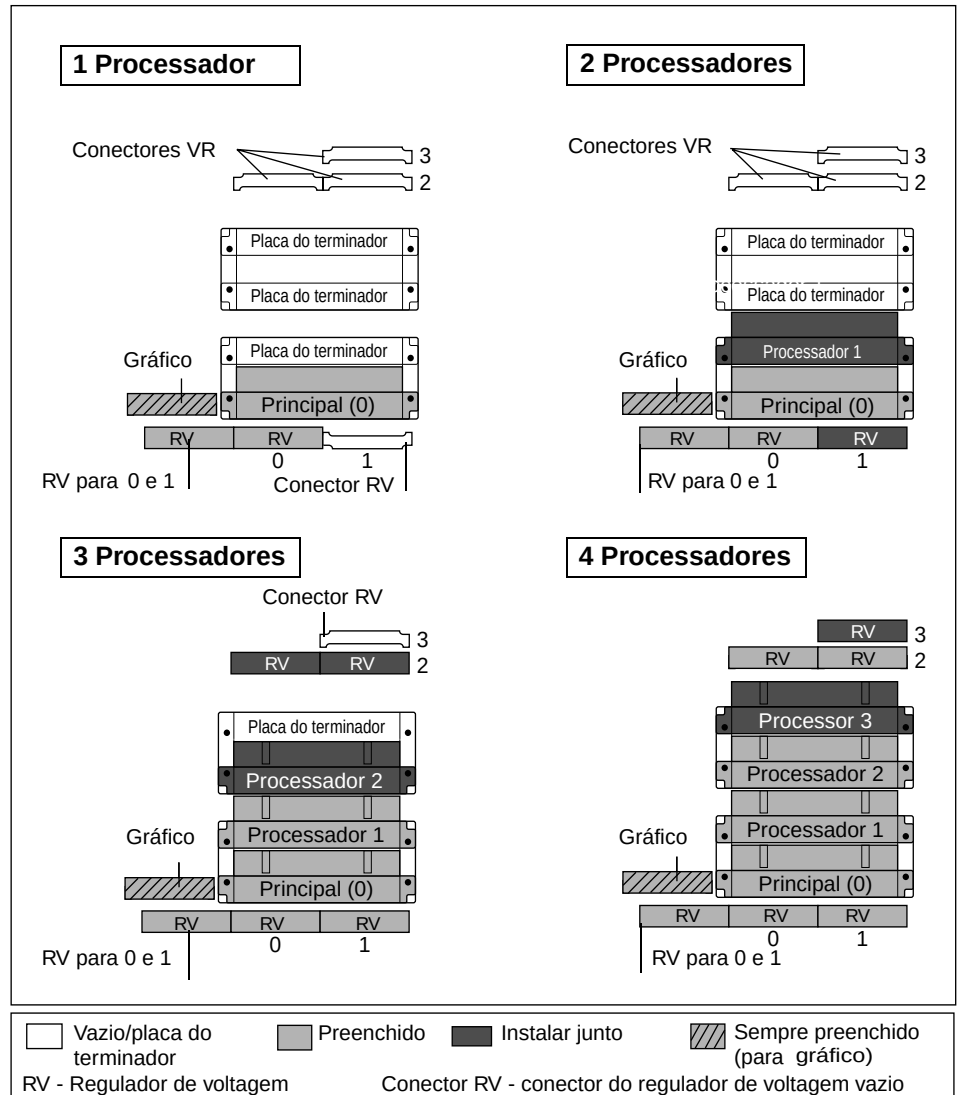

Figura 6-1 Emparelhando os processadores e os reguladores de tensão
A Figura 6-1 mostra a localização dos processadores e dos reguladores de tensão e suas inter-relações.
1. Localize os slots dos reguladores de voltagem adequados. Veja na Figura 6-1 quais devem ser utilizados.
10. Remova o(s) regulador(es) de voltagem associado(s) ao processador. Veja a Figura 6-1 para obter informações sobre quais reguladores de voltagem devem corresponder a quais processadores.